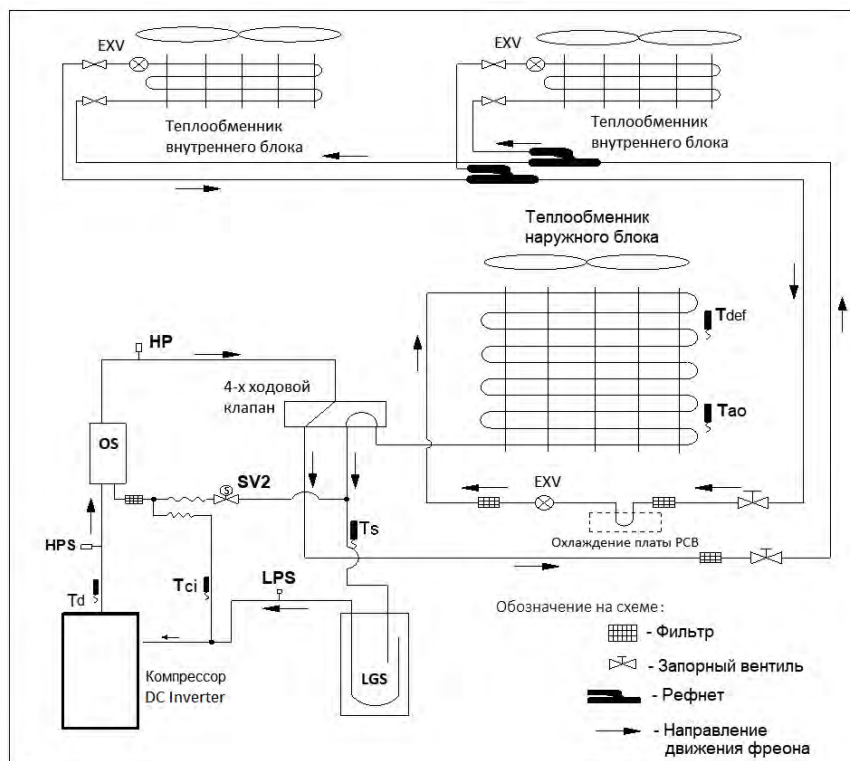

Рис.1.3
- *Сепаратор масла (OS)* предотвращает выброс всего масла во фреоновый контур. Часть масла, ушедшая в контур, возвращается с фреоном в компрессор во процессе работы, а также при включении специального *режима возврата масла*
- Гидравлическая схема системы (режим охлаждения). рис.1.3, см.табл. 1.2
- Гидравлическая фреоновая схема (режим нагрева). рис.1.3, см. табл. 1.2
- Для конфигурации и создания ответвлений фреоновой трассы применяются специальные тройники - *рефнеты* (на рис.1.3 обозначены как B1...B4).